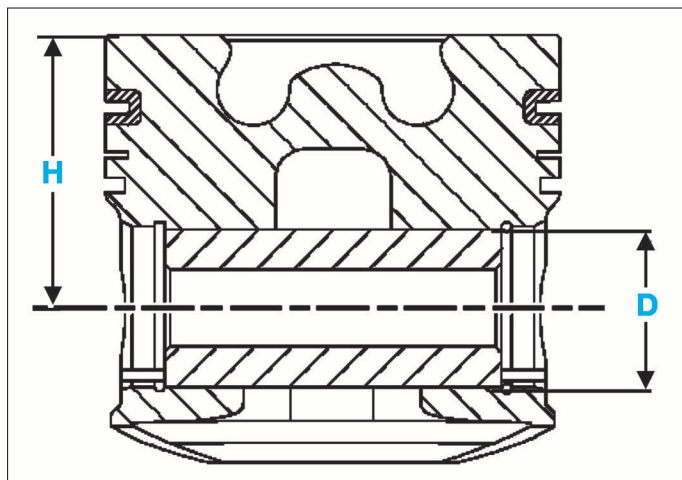

FIG. 11
Classes des hauteurs d'axe de pistons (Fig.11)
- H : hauteur du piston/à son axe (Fig.11).